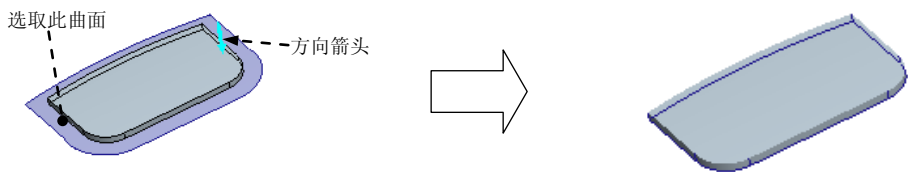

图 6.6.32 创建实体化特征
Step4. 创建实体化特征。选取图 6.6.32 中的曲面，单击 **模型** 功能选项卡 **编辑** 区域中的 **实体化** 按钮，并按下“移除材料”按钮 ，调整方向箭头如图 6.6.32 所示，单击“完成”按钮 ，完成实体化操作。